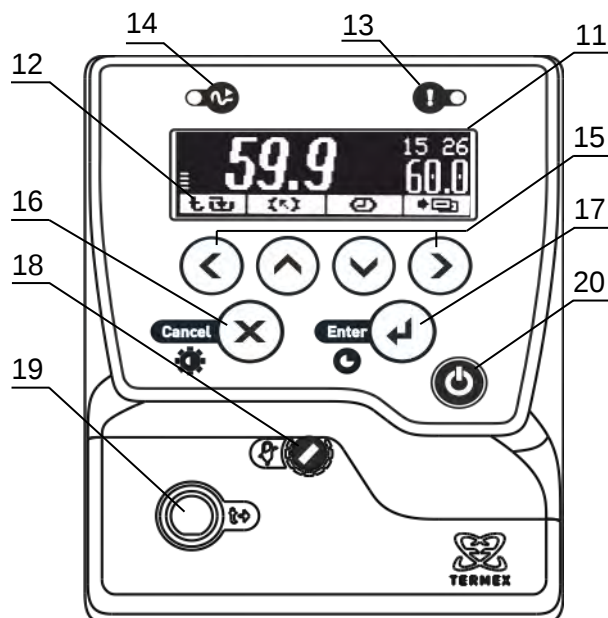

Рисунок 2 – Лицевая панель
Система безопасности блока регулирования отключает двигатель насоса и нагреватель при срабатывании хотя бы одной из защит (1.2.13) или неисправности датчика температуры. При срабатывании системы безопасности раздается звуковой сигнал, загорается индикатор 13 (рисунок 2) и на дисплей 11 выводится информация о причине неисправности.
2.3.3 Для регулировки яркости подсветки или контраста дисплея нажать кнопку 16 (✕), выбрать изменяемый параметр кнопками (▲) и (▼) и установить его значение кнопками (◀) и (▶). Зафиксировать изменение нажатием кнопки 17 (↵) (рисунок 2).
2.4.2 В режиме ожидания нагреватели термостата отключены, блок регулирования не осуществляет управления. Работа насоса определяется значением параметра "Насос предв." (см. 2.5), устанавливаемого пользователем. Индикатор 14 (рисунок 2) погашен.
2.4.4 Переключение между режимами работы производится нажатием кнопки 20 (рисунок 2).
2.8.6 Для выбора уставки в качестве текущей кнопками ($\uparrow$) и ($\downarrow$) подвести к ней указатель. Значение отмеченной указателем уставки дублируется крупными цифрами в правой части дисплея. Для подтверждения выбора отмеченной уставки нажать кнопку 17 ($\leftarrow$). Для отмены выбора нажать кнопку 16 ($\times$) (рисунок 2).
2.8.7 Для изменения численного значения отмеченной указателем уставки нажать кнопку (►). На рамке, обрамляющей значение уставки в правой части дисплея, появятся “засечки”, указывающие на изменяемую позицию в численном значении. Цифра в отмеченной позиции мигает. Нажатиями кнопок (▲) и (▼) установить требуемую цифру в отмеченной позиции. Если удерживать кнопку нажатой, значение уставки будет изменяться непрерывно. Нажатиями кнопок (◀) и (▶) переместить отметку изменяемой позиции. Дискретность изменения значения уставки зависит от положения изменяемой позиции: если отмечена позиция десятков, то при единичном нажатии кнопки (▲) или (▼) значение уставки изменится на 10 °C. Если отмечена позиция десятых долей, то значение уставки изменится на 0.1 °C соответственно. Закончить ввод нового значения уставки нажатием кнопки 17 (↵). Для возврата к значению уставки до ее изменения нажать кнопку 16 (X) (рисунок 2).
2.9.4 При срабатывании защиты раздается звуковой сигнал и загорается красный индикатор срабатывания системы безопасности 13 (рисунок 2). Работа насоса и нагревателей будет блокирована. На дисплее отобразится текущее состояние системы защит.